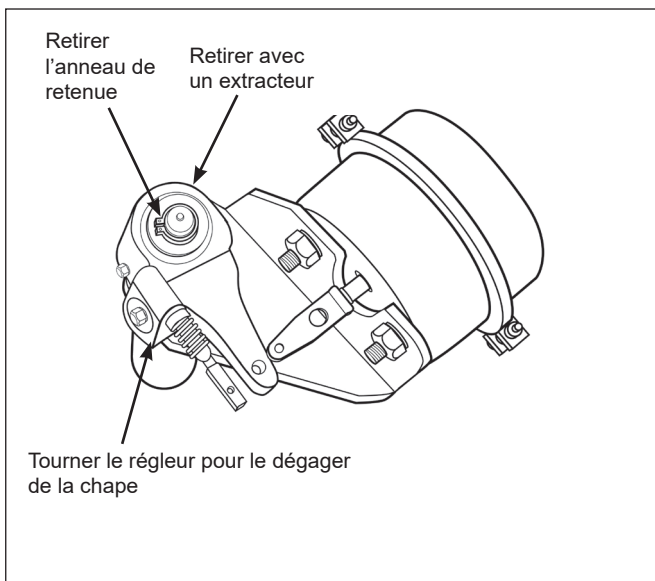

Figure 29 – Dépose du régleur du jeu
2. Tourner l'écrou dans le sens antihoraire pour dégager le régleur de la chape de la tige de poussée du récepteur. Cf. Figure 29.